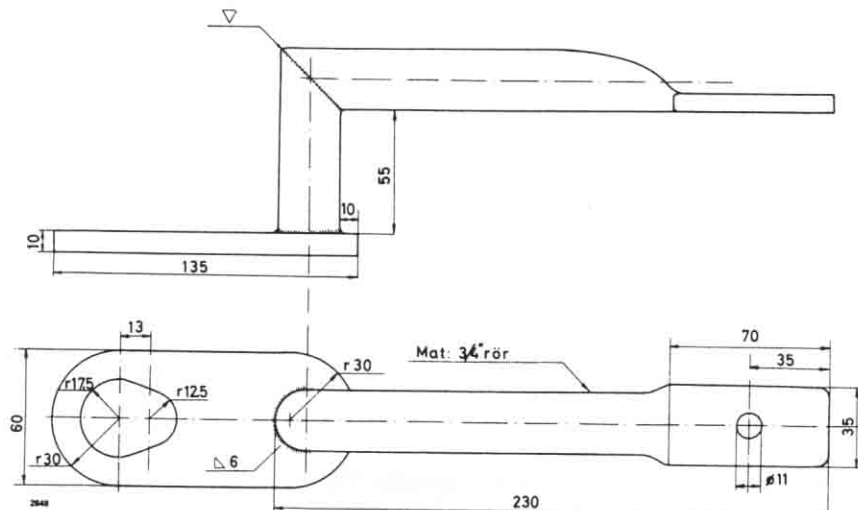
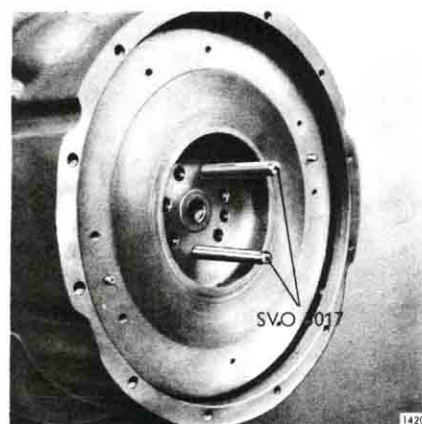

Fig 18. Lyftverktyg för svänghjul.
Fig 19. Demontering av svänghjul.
Lyftverktyg enligt fig 18
2. Demontera oljetråget och svänghjulet. Ett lyftverktyg för svänghjulet kan tillverkas enligt fig 18. En rörbit av lämplig längd måste emellertid placeras mellan svänghjul och verktyg, så att detta går fritt från svänghjulsåpan. För att undvika brytpåkänningar i fästskruvens gängor bör skruven dras ordentligt. Montera styrpinnar SVO 3017, se fig 19 och ta bort svänghjulet. *Demontera svänghjulsåpan.*